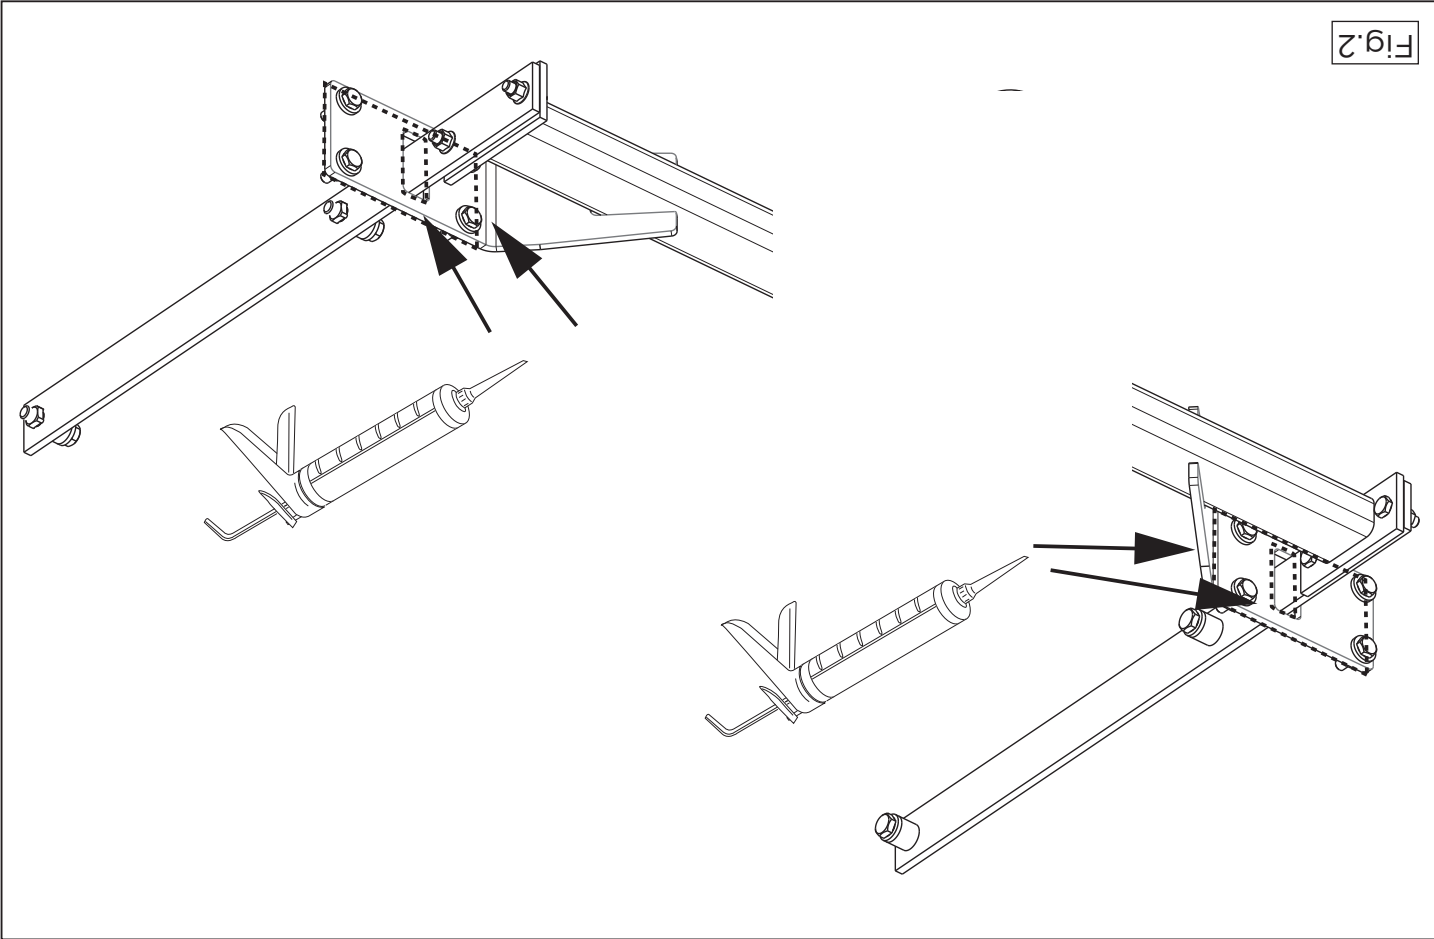

Fig. 2
10. Seal the portions indicated (see fig. 2).
10. Kit de aangegeven delen af (zie fig. 2)
10. Die angegebenen Teile kitten (siehe Abb. 2).